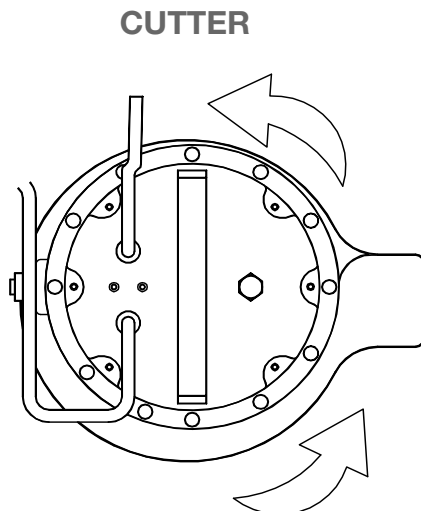

Fig. 2
3. Observer attentivement le contrecoup au démarrage, avec l'électropompe vue d'en haut. Si le sens de rotation est correct, la calotte supérieure se déplacera dans le sens inverse des aiguilles d'une montre comme l'indiquent les flèches sur le dessin (FIG 2)..